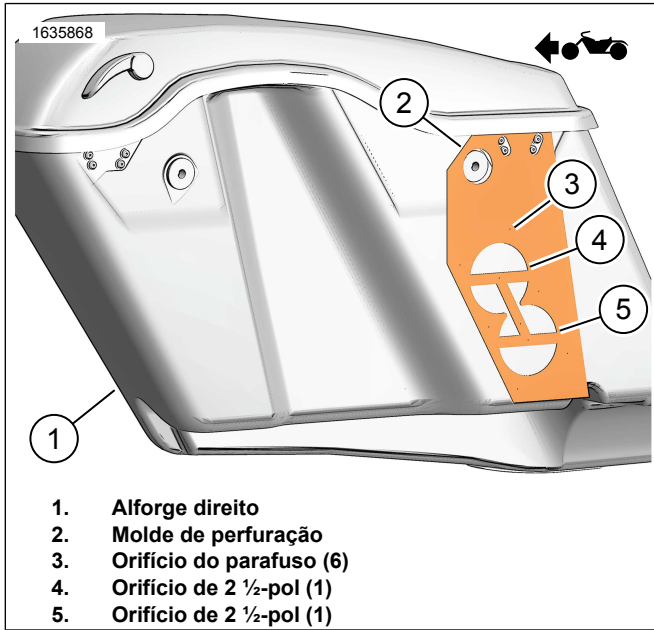
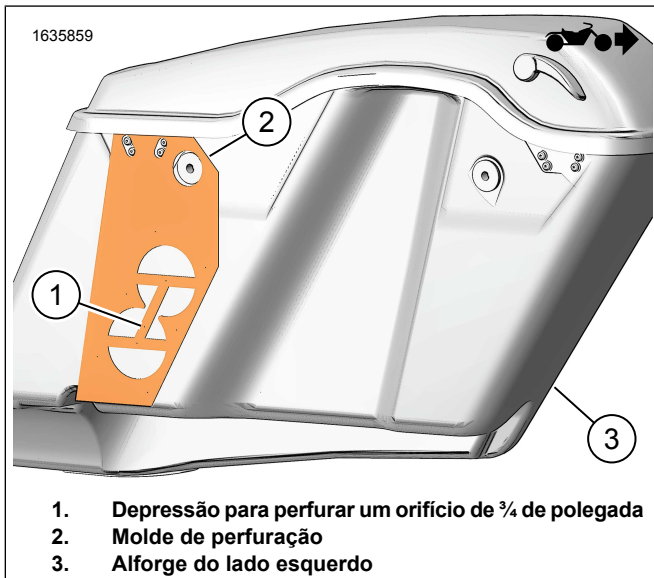
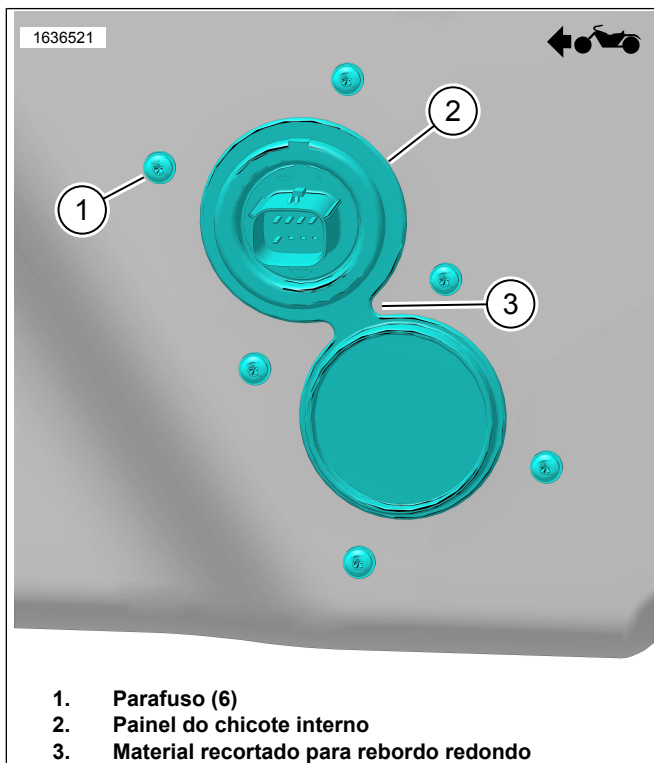

Figura 2. Alforje Direito
Figura 3. Alforje Esquerdo
Figura 7. Painel do Chicote Interno
1. Figura 2 Posicione a bitola dos furos (2) no alforge do lado direito (1).
2. Modifique o alforge do lado direito (1).
- d. Figura 7 Apare o material para rodear a berma (3).
4. Figura 3 Posicione a bitola dos furos (2) no alforge do lado esquerdo (3).
5. Modifique o alforge do lado esquerdo (3).
- a. Com um punção, marque o centro da localização do furo (1) na bitola.
6. Figura 7 Instale o painel do chicote interno (2).